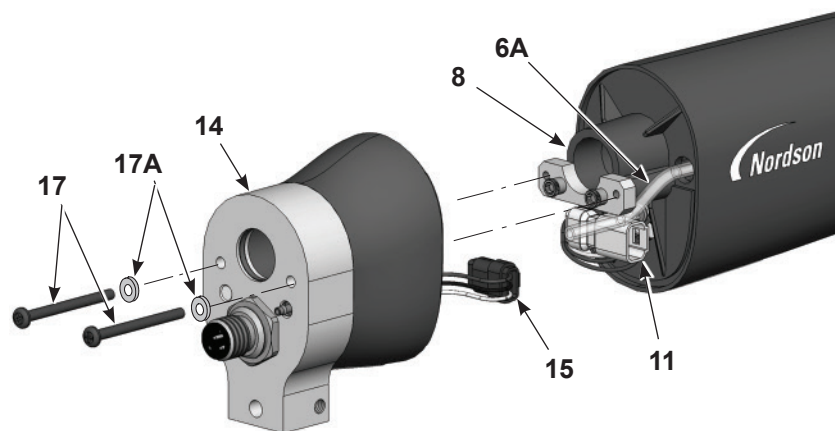
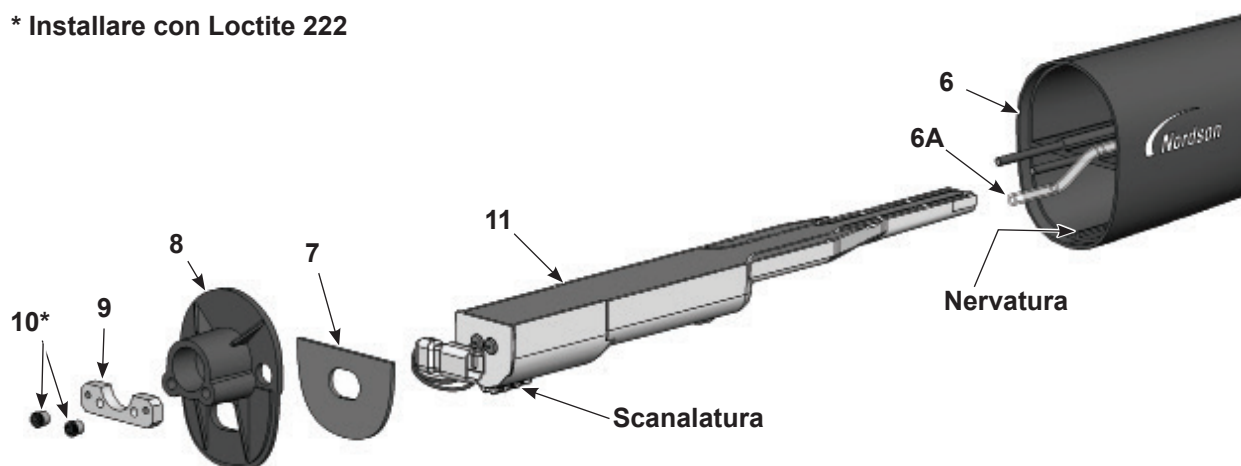

Figura 7-7 Smontaggio della pistola a spruzzo con montaggio su barra 1 di 3
Figura 7-8 Smontaggio della pistola a spruzzo con montaggio su barra 2 di 3
2. Vedi Figura 7-7. Togliere le due viti a brugola (17) e le rondelle di sicurezza (17A) dal gruppo del corpo posteriore (14).
3. Allontanare con delicatezza il gruppo del corpo posteriore dalla saracinesca (8) per poter scollegare il cablaggio di alimentazione (11) dal cablaggio dell'alloggiamento (15) e il tubo del gruppo filtro (10) dal raccordo scanalato dentro il gruppo del corpo posteriore.
4. Vedi Figura 7-8. Con una chiave esagonale da 0,3 cm (1/8 in.) rimuovere i due dadi Allen (10) e la piastra di avvitamento (9) dalla saracinesca (8). Poi rimuovere la saracinesca dal corpo della pistola a spruzzo (6), facendo avanzare il cablaggio di alimentazione attraverso la saracinesca.
5. Far scorrere l'alimentatore di tensione (11) fuori dal corpo della pistola a spruzzo.
7. La guarnizione (7) è attaccata alla saracinesca con un adesivo sensibile alla pressione. Se la guarnizione è danneggiata, sostituirla con una nuova.
1. Vedi Figura 7-8. Installare l'alimentatore di tensione (11) nel corpo pistola (6), assicurandosi che la nervatura del corpo pistola combaci con la scanalatura sull'alimentatore di tensione. Alloggiare saldamente l'alimentatore di tensione nel corpo della pistola.
2. Far avanzare il cablaggio di alimentazione attraverso la saracinesca, poi installare la saracinesca (8) e la piastra di avvitamento (9) sui perni del corpo pistola. Applicare Loctite 222 sui dadi Allen (10), poi installare i dadi sui perni e serrarli a 0,45 N•m (64 inch-ounces) con una chiave esagonale da 0,3 cm (1/8 in.)
3. Vedi Figura 7-7. Collegare il cablaggio dell'alloggiamento (15) al cablaggio di alimentazione (11). Infilare i connettori del cablaggio (11, 15) nel gruppo del corpo posteriore nelle posizioni illustrate.
4. Collegare il tubo trasparente del filtro (6A) al raccordo scanalato all'interno del gruppo del corpo posteriore (14). Far avanzare qualsiasi tubo trasparente dell'aria extra nel corpo della pistola, poi installare il gruppo del corpo posteriore sulla saracinesca con le viti (17) e le rondelle di sicurezza (17A).